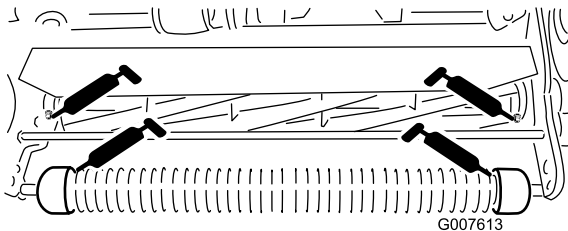

Figura 22
- 2 sul rullo anteriore (Figura 22).
- 2 sui cuscinetti del cilindro (Figura 22).